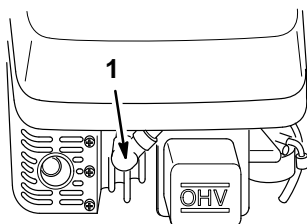

Figure 6
5. Reconnecter la bougie (Fig. 6).
1. Débrancher la bougie (Fig. 6).
1. Connecter le fil d'allumage à la bougie (Fig. 6).
2. Débrancher la bougie (Fig. 6).